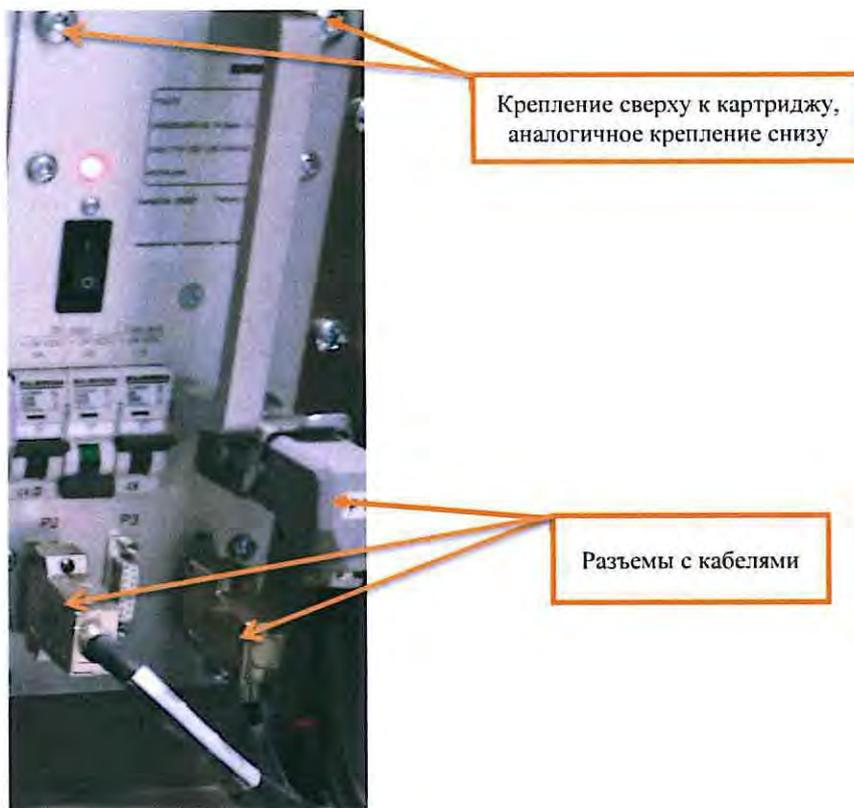

Рисунок 3. Отключение разъемов.
7.1.5 Отсоединить от источника питания при помощи шлицевой отвертки все подключенные разъемы с кабелями: «P2», «P3» и «P4» (при условии наличия подключений). Разъем с кабелем «P1» отсоединить от источника питания при помощи замка-защелки (Рисунок 3).
7.1.6 Отвернуть винты крепления источника питания к картриджу с помощью отвертки «звездочка» (Рисунок 3) и извлечь заменяемый источник питания.